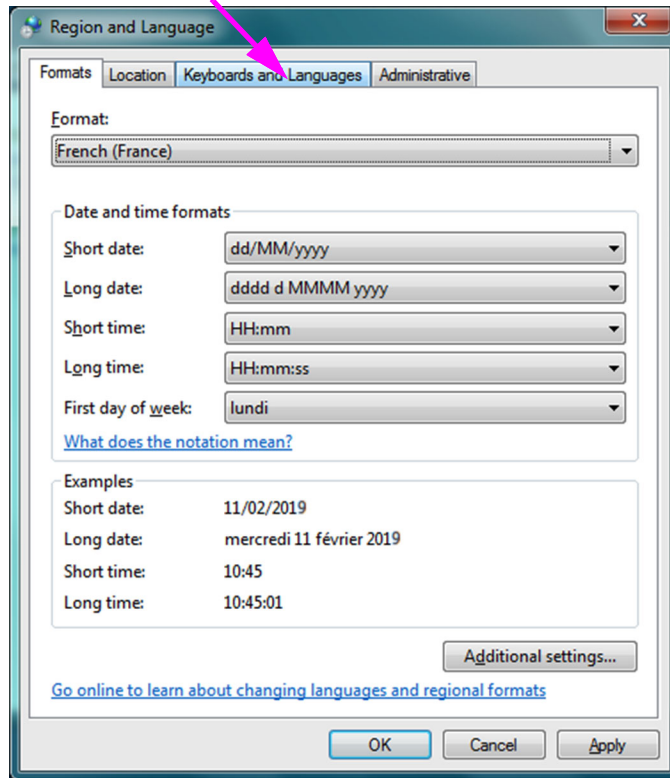

Figura C-7. Fereastră derulantă Regiune și limbă
1. În ecranul Regiune și limbi (Region and Language), faceți clic pe fila **Tastaturi și limbi (Keyboards and Languages)** (consultați Figura C-7).